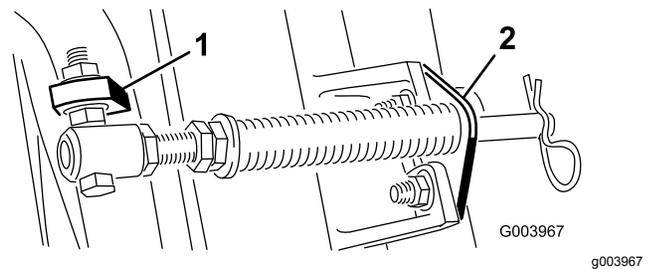

Рисунок 6
Примечание: Головку болта следует расположить в направлении наружной стороны выступа, как показано на **Рисунок 6**.
- Присоедините кронштейн штока к выступам режущих блоков с помощью каретных болтов и гаек (**Рисунок 6**).